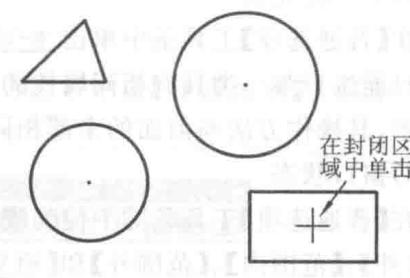

图 1.19 范围选择方式
(5) **范围** 方式主要是应用于封闭图形的选择,只需在封闭图形的内部单击一下鼠标,就可以将整个封闭图形选中,例如在图 1.19 中,如果要选择整个矩形,只需要在矩形的内部单击鼠标左键即可。